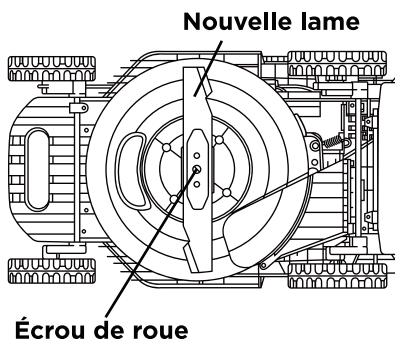

Fig. 12
- e. Installez la nouvelle lame dans la même position et fixez-la avec l'écrou d'origine (Valeur de couple requise : 20-25 N·m) (Fig. 12).